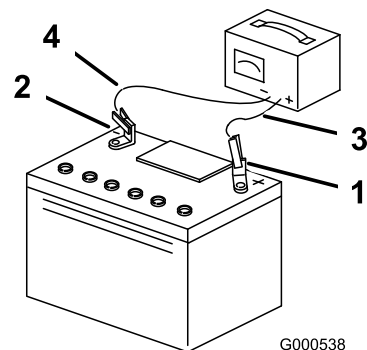

Figura 44
5. Cuando la batería esté completamente cargada, desconecte el cargador del suministro eléctrico, y desconecte los cables del cargador de los bornes de la batería (Figura 44).